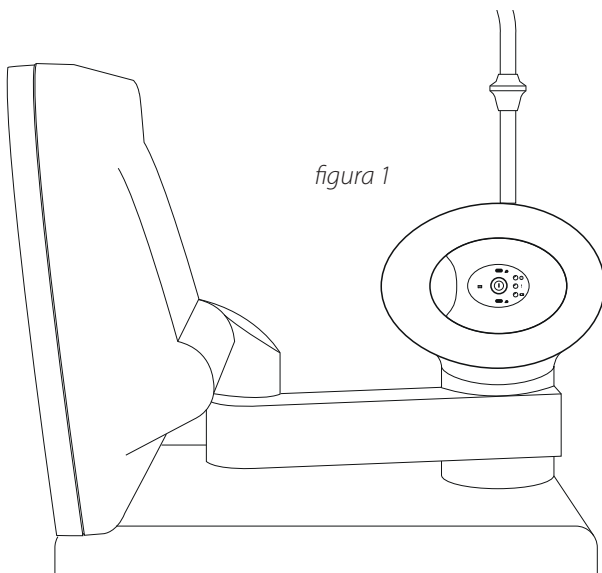

figura 1
1. Attaccare l'unità di allarme al palo/stand di gocciolamento IV della macchina per dialisi (vedere la figura 1). Se questo non fosse possibile, si prega di contattare Redsense Medical per ricevere assistenza. Collegare l'adattatore CA a una presa a muro e al connettore di colore nero dell'unità di allarme. (La Figura 2 mostra il connettore.)